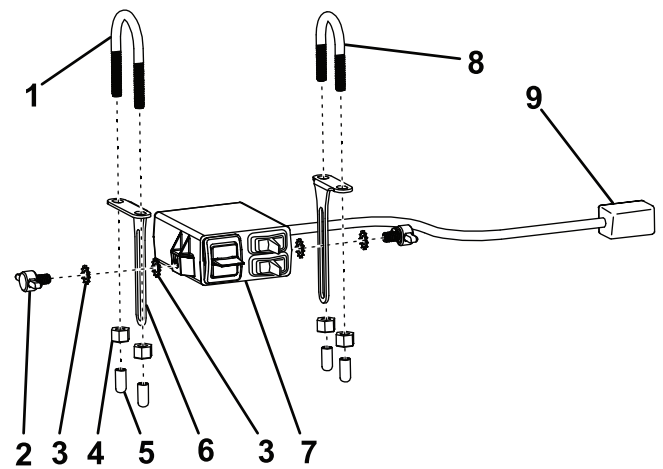

Bild 4
2. Befestigen Sie eine der Befestigungshalterungen entlang der linken Seite der Kombiinstrumente des Fahrzeugs und befestigen Sie diese mit einem langen U-Bügel und zwei Sicherungsmuttern (1/4"), wie in Bild 4 abgebildet.
3. Befestigen Sie die andere Befestigungshalterung entlang der rechten Seite der Kombiinstrumente des Fahrzeugs und befestigen Sie diese mit einem kurzen U-Bügel und zwei Sicherungsmuttern (1/4"), wie in Bild 4 abgebildet.
4. Befestigen Sie den Schaltkasten mit vier Zahnscheiben und zwei Rändelschrauben an den Befestigungshalterungen und justieren Sie diesen in der gewünschten Stellung (Bild 4).
5. Schieben Sie die vier Gummi-Endkappen über die Enden der U-Bügel (Bild 4).